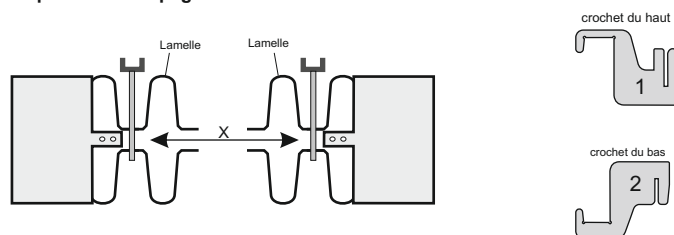

Figure 1
12. Le radiateur Thermotec doit être installé de préférence sous une fenêtre ou sur un mur extérieur. Notez qu'une distance minimale de sécurité de 8 cm au sol, et de 10 cm à partir des côtés et du haut de l'appareil est à respecter. En outre, le dispositif ne doit pas être monté directement sous une prise murale. Voir Figure 1